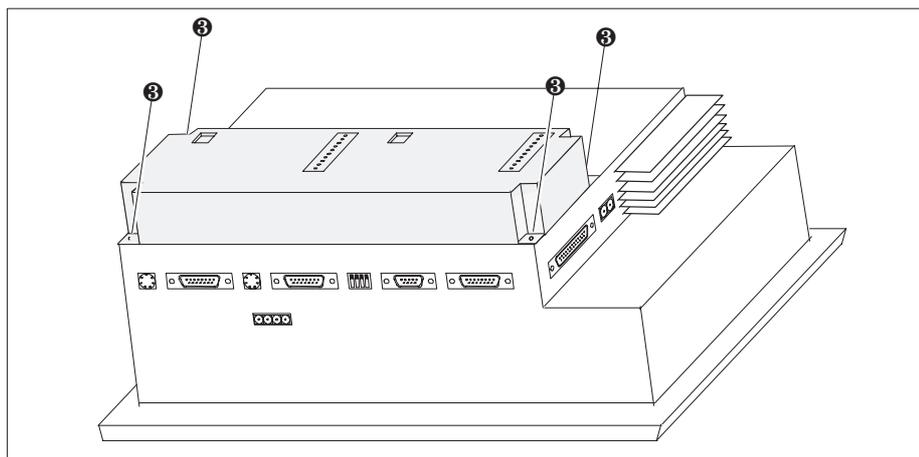

Figure 17-3 Fixation du module de touches directes (exemple du TP37)
4. Fixez le module de touches directes à l'aide des quatre vis fournies (3) sur le Touch Panel (représenté sur le TP37 pris comme exemple dans la figure 17-3).